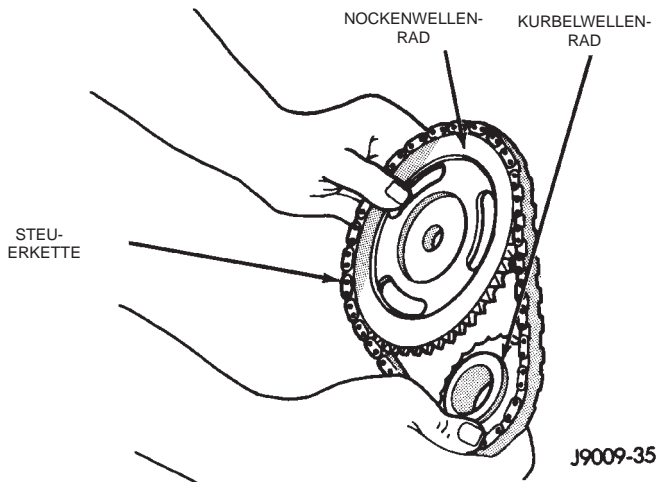

Abb. 52 Nockenwellenrad, Kurbelwellenrad und Steuerkette
- (11) Halteschraube des Nockenwellenrads herausdrehen.
- (12) Abstreifring der Kurbelwelle ausbauen.
- (13) Kettenräder und Steuerkette gemeinsam ausbauen (Abb. 52).